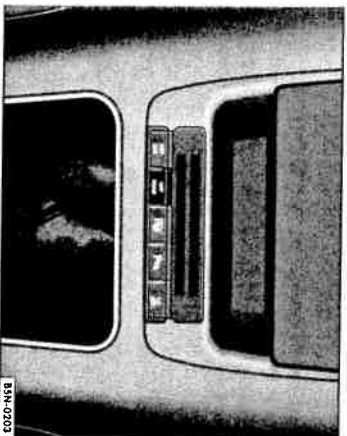

Fig. 11 Tasta regimului Offroad
- Pentru activarea regimului Offroad, apăsați tasta ⇒ fig. 11 **[OFFROAD]**, lampa de control din tastă se aprinde. Se activează următoarele funcții: ajutorul la pornire, adaptarea pedalei de accelerație, preselec-tarea treptelor de viteză la cutia de viteze automată⁹⁾, adaptarea EDS și asistența la pornirea în rampă.
În funcție de echipare, poziția tastei regimului Offroad poate diferi față de imaginea ⇒ fig. 11.
Pentru a îmbunătăți tracțiunea la deplasarea în teren accidentat, când funcția este activată se va adapta blocarea electronică a diferențialului ⇒ caietul 3.3 "Stațiuni și întreținere", capitolul "Tehnică inteligentă". Activarea se produce după cuplarea regimului Offroad ⇒ pagina 20, fig. 11".
"Tehnică inteligentă". Activarea se produce după cuplarea regimului Offroad ⇒ pagina 20, fig. 11".